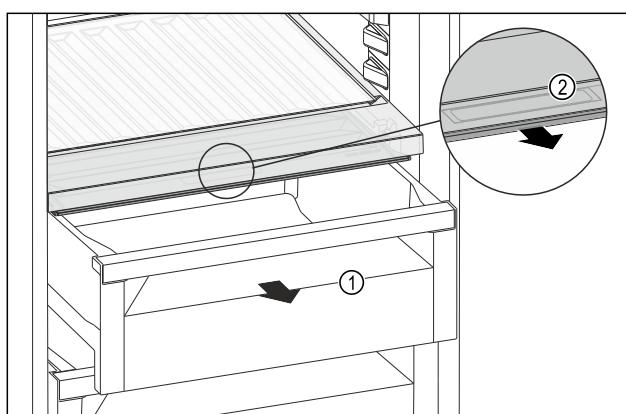

Fig. 156
- Schubfach Fig. 156 (1) herausziehen.
- Griffmulde Fig. 156 (2) am Fachdeckel anfassen und Fachdeckel gleichzeitig nach vorne ziehen.